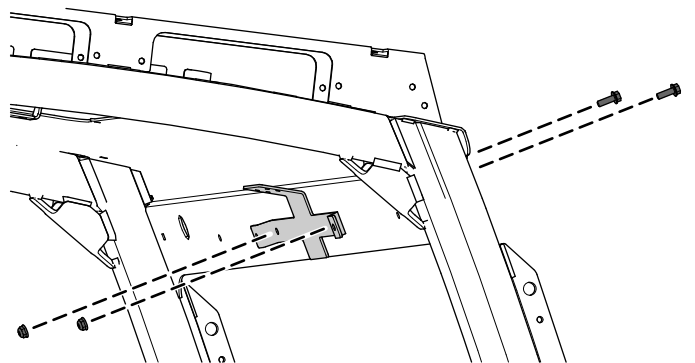

Figura 5
2. Sujete el soporte del retrovisor a la capota usando 2 pernos con arandela prensada ( $\frac{1}{4}$ " x  $\frac{3}{4}$ ") y 2 contratueras ( $\frac{1}{4}$ "), como se muestra en la Figura 5.